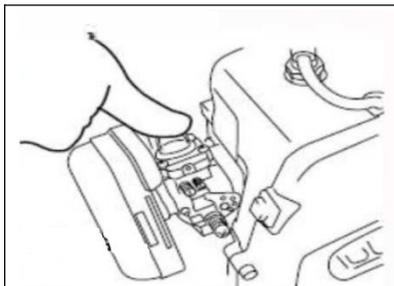

图 8
级及更高级别 2T 机油（推荐使用摩特 710），使用配比壶按 25:1(汽油·机油)的机燃比配制，严禁使用车用 4 冲程机油。具体配置步骤如图 8 所示：
1. 启动发动机前用手按压化油器上透明油泡使得进油管充满油液且无气泡。如图 8 所示。